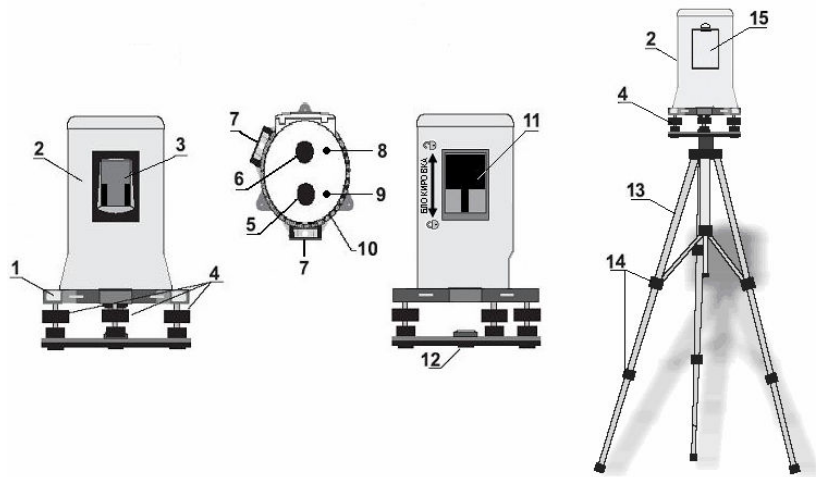

Рис. 2
10. ЗАМЕНА ЭЛЕМЕНТОВ ПИТАНИЯ (Рис. 2)